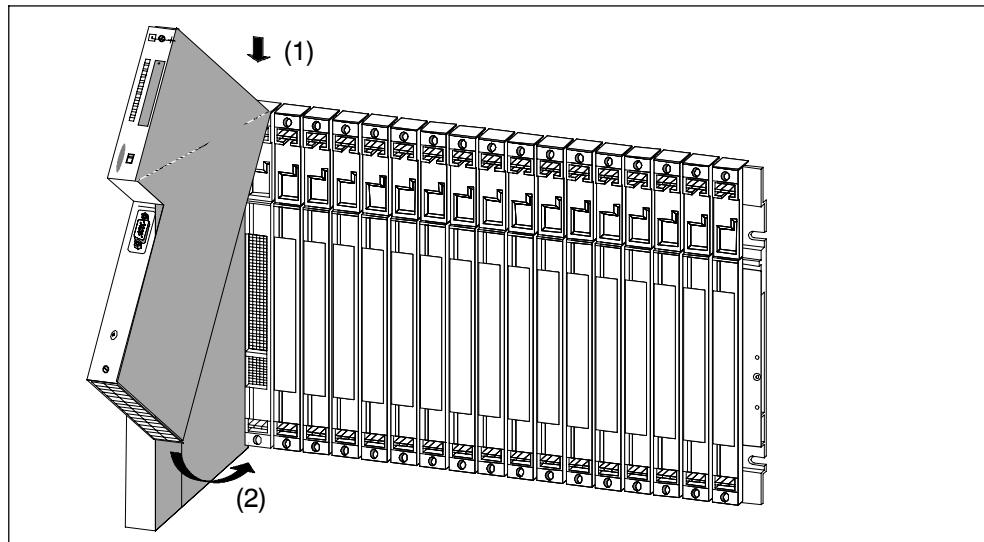

Bild 2-4 Baugruppen einhängen
4. Hängen Sie die erste Baugruppe ein und schwenken Sie sie nach unten (siehe Bild 2-4).